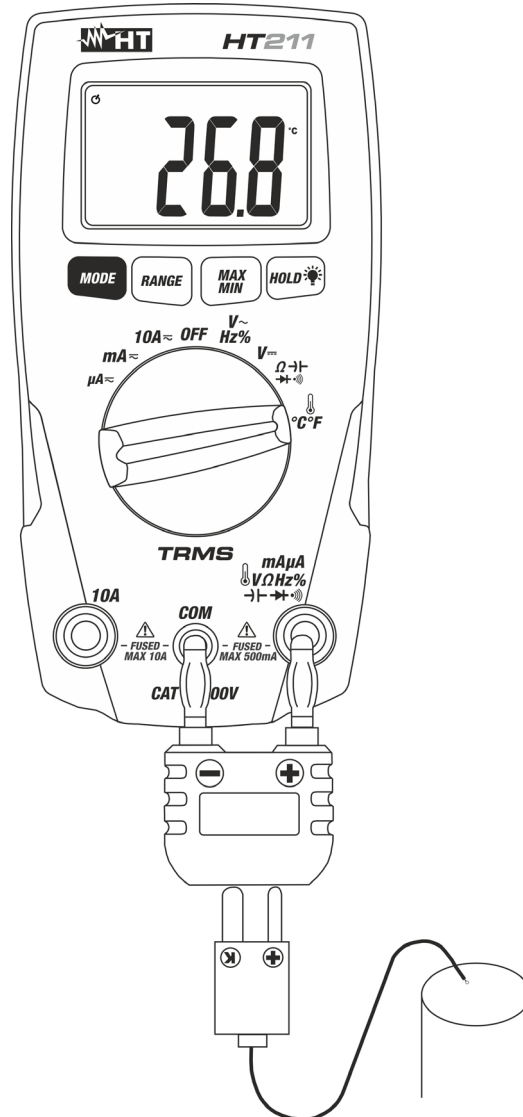

Abb. 8: Temperaturmessung
3. Verbinden Sie den Temperatur-Adapter mit den $\text{mA}/\mu\text{A}/\text{V}/\Omega/\text{Hz}/\%$ (+) und **COM** Buchsen (-) und achten Sie auf die Polung (siehe Abb. 8)